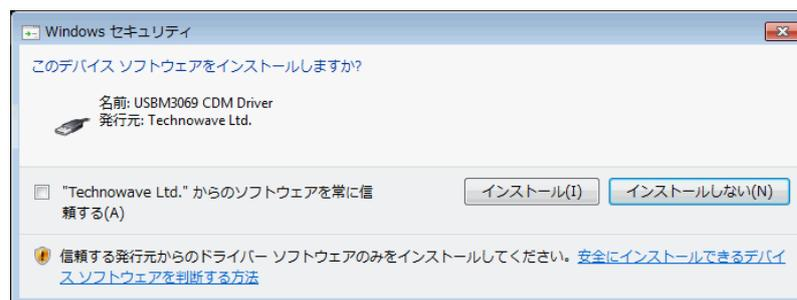

図 6 Windows 7 のドライバインストール画面 (2)
- インストールが開始されると、図 6 のような画面が表示されますので、[インストール]を選択します。